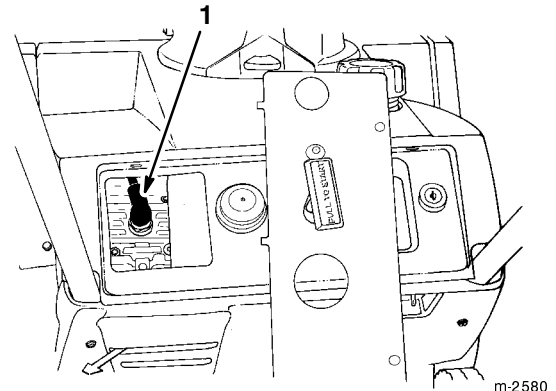

Figure 17
4. Débranchez et déposez la bougie (Fig. 17).
- Débranchez la bougie (Fig. 17).